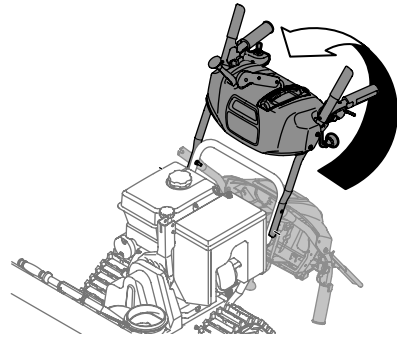

Figura 3
5. Gire la manija hacia arriba y alinee la manija inferior (Figura 3). Retire y descarte todas las bandas elásticas, si las hubiera. Únicamente se utilizan para el empaque.